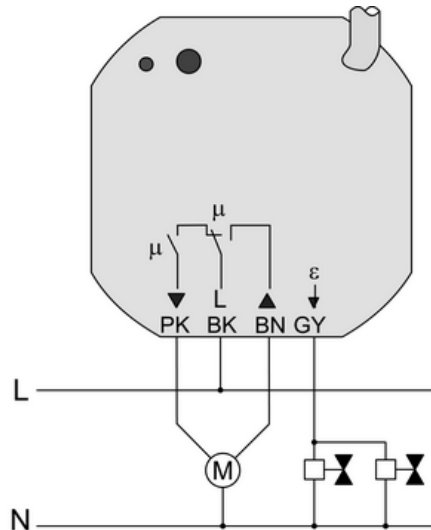

Bild 7
- Last anschließen (Bild 7). Beiliegende Federsteckklammern verwenden. Flexible Leiterenden müssen verzinkt sein.